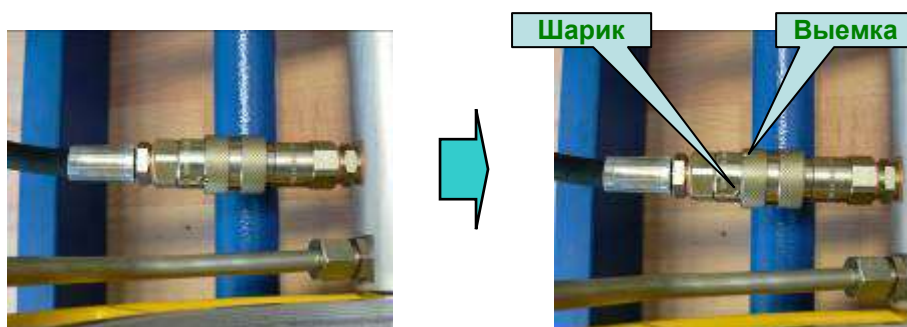

Рис. 7.4
- для предотвращения случайного разъединения соединения необходимо прокрутить вращающуюся часть разъема так, чтобы выемка и шарик не находились друг напротив друга (см. рис. 7.4).